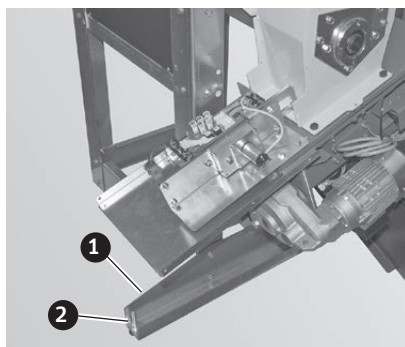

Fig. 189 Montare l'elemento di chiusura
- ▶ Spingere l'elemento di chiusura tra la stiva e la coclea di dosaggio e fissare su ciascun lato con 4 viti a testa esagonale M10x30 e i dadi M10 - Fig. 189.
er montare facilmente l'elemento di chiusura, sollevare la stiva svitando le viti di regolazione (Fig. 189), in modo tale da incrementare la distanza tra stiva e coclea di dosaggio.